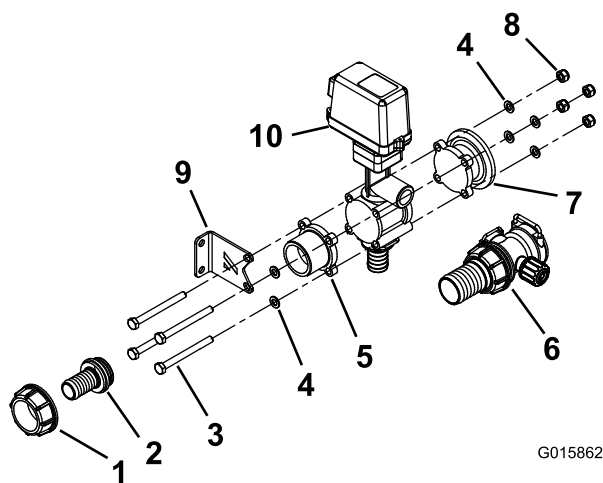

Bild 32
1. Entfernen und entsorgen Sie die Mutter und den geraden Schlauchtüllenanschluss (Bild 32).
- Entfernen Sie die 4 Schrauben, die 6 Scheiben, die linke Halterung, die seitlichen Flanschanschlüsse und die 4 Sicherungsmuttern (Bild 32).